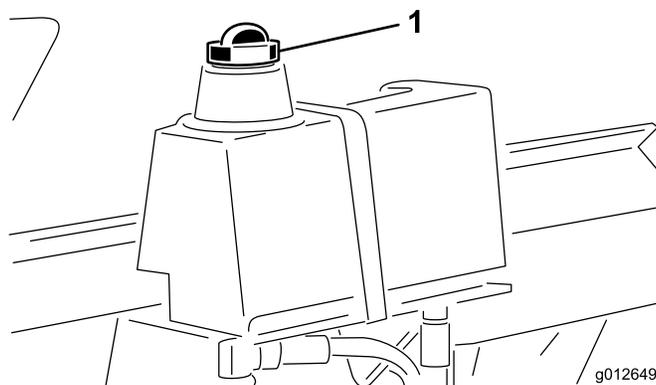

Рисунок 27
2. Снимите фитинг снизу бака гидросистемы и дайте гидравлической жидкости стечь в сливной поддон (Рисунок 27). После того, как гидравлическая жидкость прекратит стекать, установите фитинг на место и затяните.